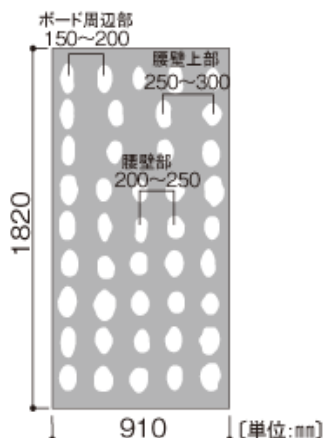

図 6：塗布間隔
- ・接着剤の塗布間隔は、表 5、図 6 に示す通りとする。